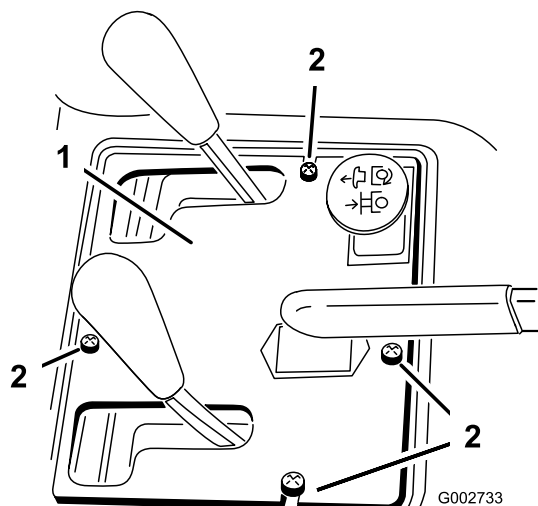

Figura 35
2. Retire os (4) parafusos que fixam o painel de controlo à estrutura (Figura 35).